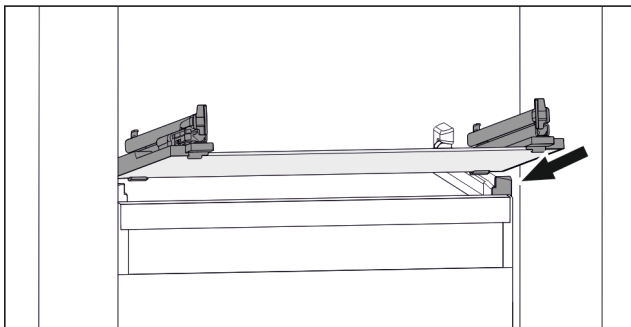

Fig. 124 Beispielhafte Darstellung der Glasplatte
- ▶ Glasplatte schräg hinter den Stopperrn aufsetzen. (zie Fig. 124)